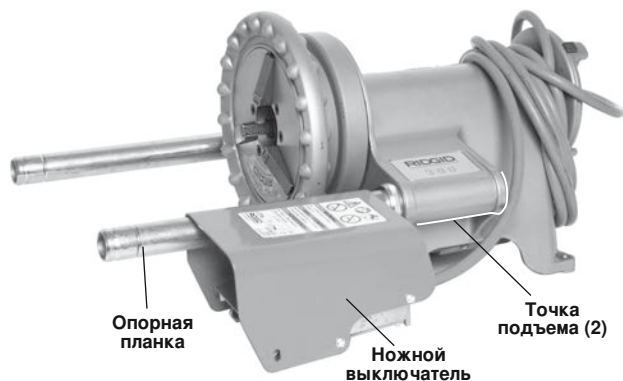

Рис. 26 — Станок без принадлежностей, подготовленный к транспортировке
1. Смотайте шнур питания и задвиньте крышку ножного выключателя на один опорный стержень, как показано на рис. 26.